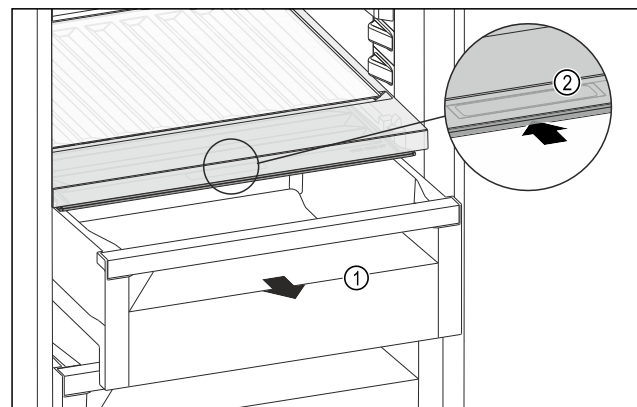

Fig. 187
- ▶ Schubfach Fig. 187 (1) herausziehen.
- ▶ Griffmulde Fig. 187 (2) am Fachdeckel anfassen und Fachdeckel gleichzeitig nach hinten schieben.